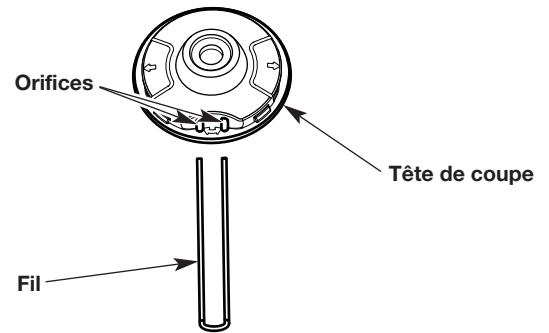
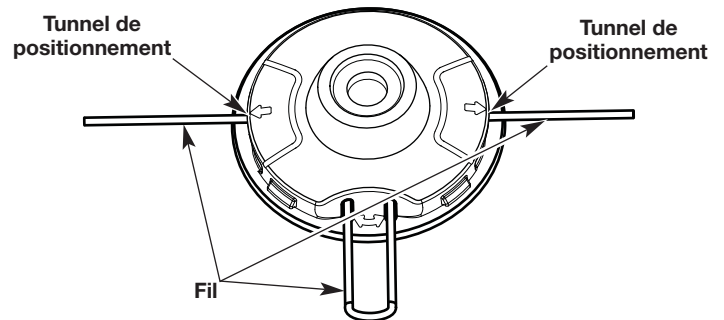

Fig. 7
Fig. 8
3. Insérer les extrémités du fil à travers les orifices circulaires du côté de la tête de coupe (Fig. 7). Pousser le fil dans les orifices jusqu'à ce que les deux extrémités fassent saillie des tunnels de positionnement (Fig. 8).